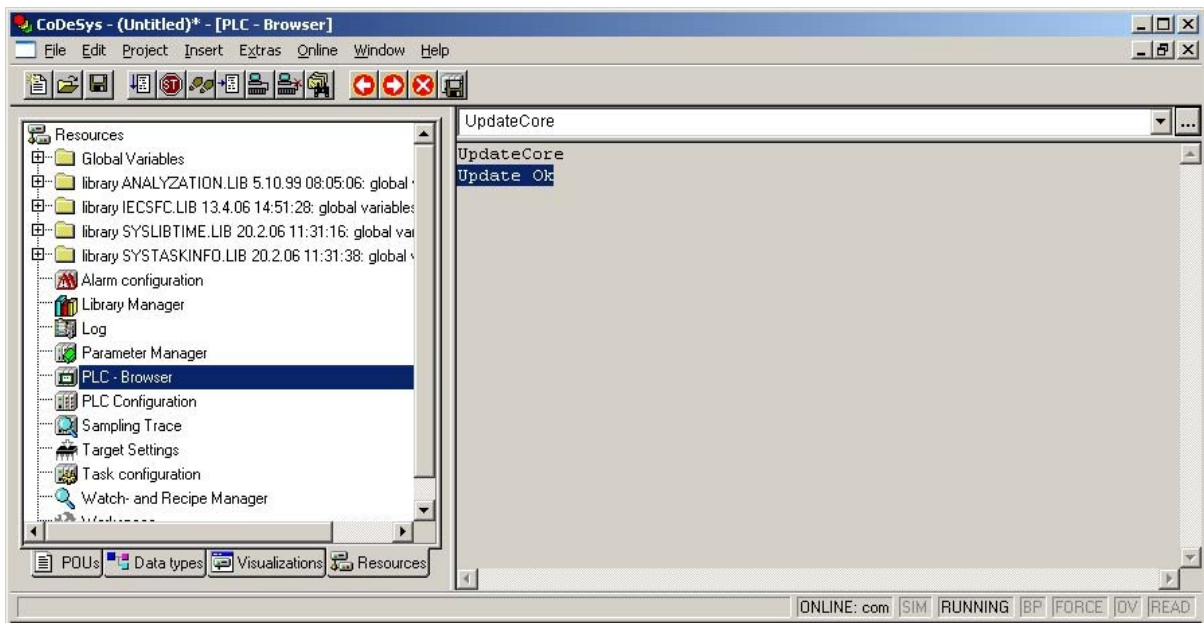

Рисунок 10.5 – Окно «ПЛК Браузер (PLC-Browser)»
- 5) Выбрать команду «UpdateCore». В поле отображения реакции ПЛК на введенную команду отобразится сообщение «Update OK» (см. рисунок 10.5). На этом процедура обновления ПО микроконтроллера завершается. Далее следует перейти к установке target-файла.